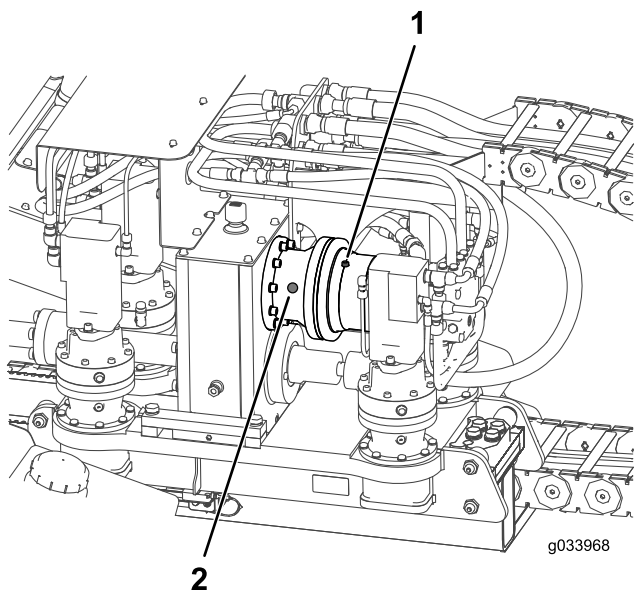

Figura 104
2. Compruebe el nivel del aceite de la mirilla de la transmisión planetaria del motor rotativo (Figura 104).
3. Si el nivel de aceite es bajo, retire el tapón de nivel de aceite (Figura 104).